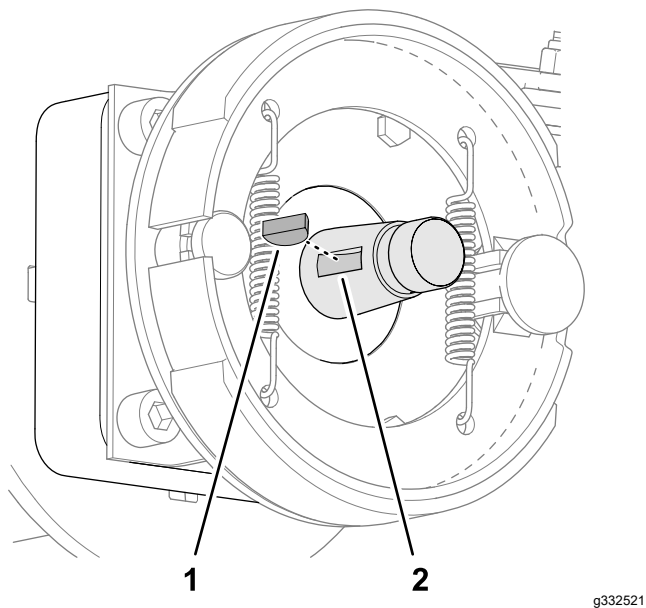

**Figura 62**
1. Retire la contratuerca que sujeta el cubo al eje del motor de rueda (Figura 61 o Figura 62).
4. Utilice el extractor de cubos de rueda especificado para retirar el cubo de la rueda y el tambor de freno del eje del motor de rueda (Figura 61 o Figura 62).